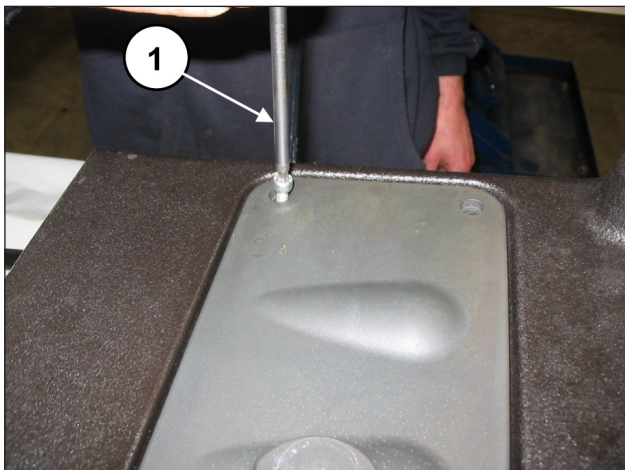
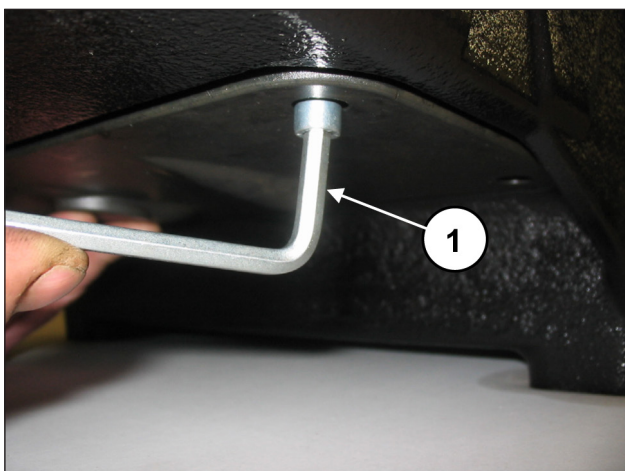

Рис. 139
Рис. 140
Снимите верхнюю (поз. ①, Рис. 139) и нижнюю (поз. ①, Рис. 140) смотровую крышку, открутив 4+4 крепежных винта.